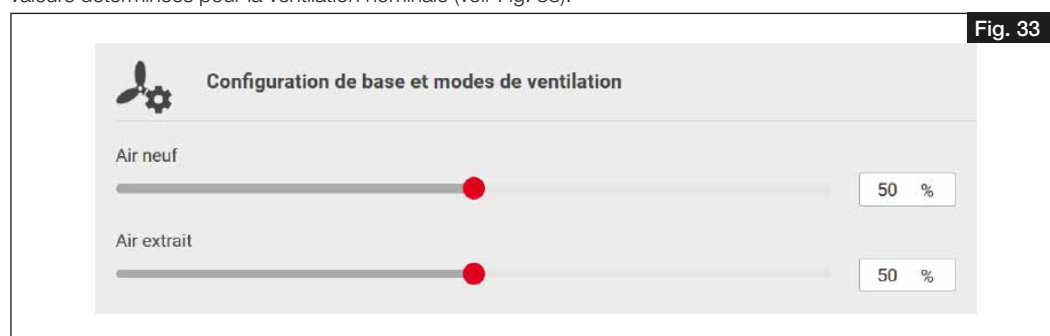

Fig. 33
5. Sous „Réglage du ventilateur“, entrer les performances du ventilateur pour l'air soufflé et extrait en fonction des valeurs déterminées pour la ventilation nominale (voir Fig. 33).